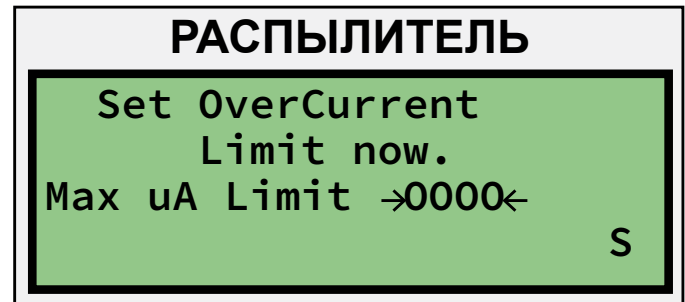

Рисунок 61: Экран 5 меню инициации (справа)
- Нажмите кнопку SET, чтобы вернуться в меню, изображенное на рис. 61.